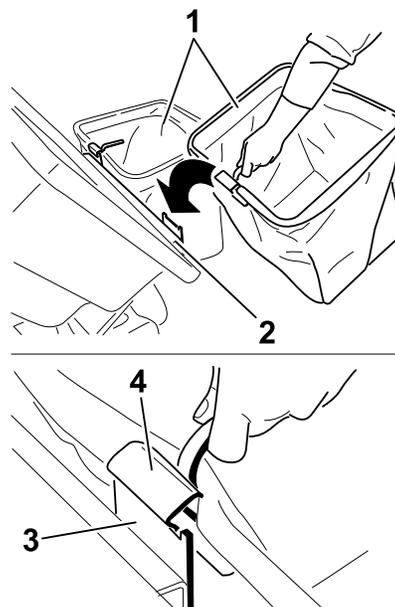

Figure 20
4. Soulevez le couvercle et installez les bacs en accrochant les crochets de l'armature sur les pattes de retenue (Figure 20).